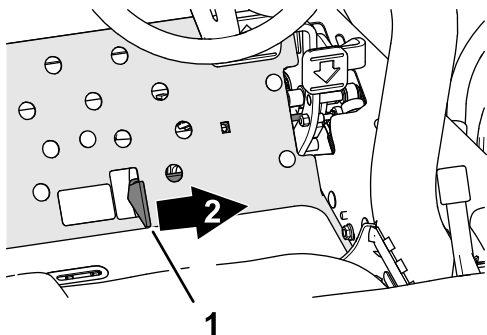

Рисунок 37
- Переведите движок скашивания/транспортировки вправо в положение СКАШИВАНИЕ (Рисунок 37).
- Нажмите на переключатель привода режущего блока, чтобы установить его в положение Включить (Рисунок 37).
- Нажмите рычаг управления опусканием для скашивания / подъемом (Рисунок 37)